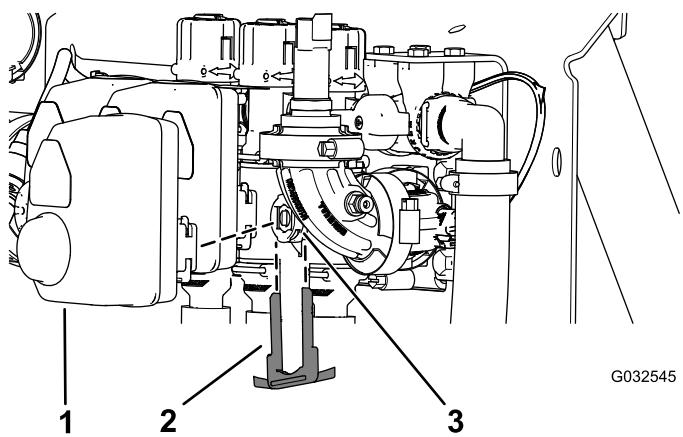

图 122
2. 取下将致动器固定至喷洒臂段阀或搅拌阀歧管阀的卡环 图 122。